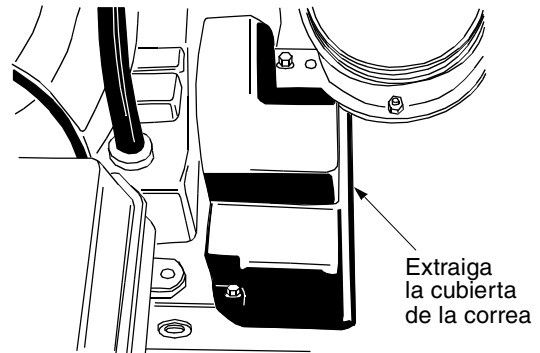

Figura 28
- Reemplace la cubierta plástica de la correa al frente del motor, extrayendo los dos tornillos autoroscantes. Vea la Figura 28.